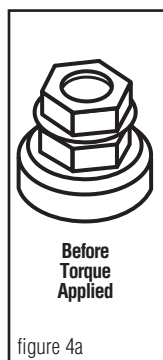

figure 4a
5. Continue tightening the torque regulating bolt with a standard box or socket wrench until the torque regulating piece breaks away. If the connector has two (2) assembly bolts, alternately tighten until the hexagonal torque devices break away. **See figures 4a & 4b.** Note that the plastic "turbo" spacer on the side will also break. To make the installation even easier and to relieve torque from the cables, a second wrench can be used on the hexagonal piece on the bottom of the connector.
5. Continué apretando este perno que regula la torsión con una llave estándar o de cubo hasta que la pieza que regula la torsión se parta y se separe. Si el conector tiene dos (2) pernos de ensamble, apriételes alternativamente hasta que el dispositivo de regulación de torsión se parta. **Vea la ilustración 4a y 4b.** Observe que el espaciador "turbo" de plástico en el costado también se fracturará. Para hacer esta instalación aún más fácil y para aliviar la torsión de los cables, se puede usar una segunda llave sobre la pieza hexagonal al fondo del conector.